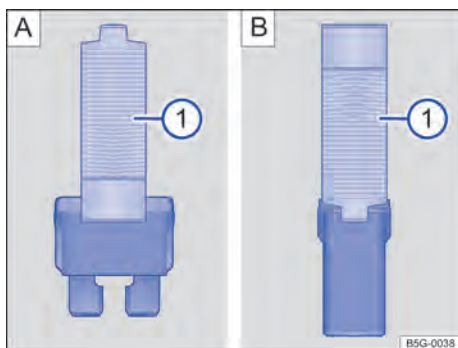

Fig. 155 Retirar ou colocar o fusível com a pinça de plástico: **A**: fusível plano, **B**: fusível de bloqueio.
- Se necessário, retirar a pinça de plástico → Fig. 155 **1** da cobertura da caixa de fusíveis.
- De acordo com a versão do fusível, colocar as garas adequadas do alicate plástico → Fig. 155 **A** **1** ou → Fig. 155 **B** **1** lateralmente no fusível.